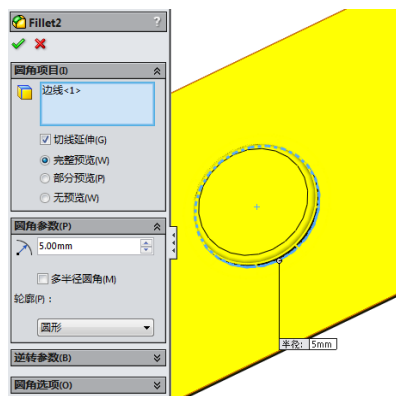
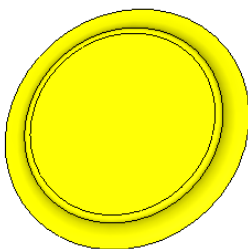

图 8-8 编辑“Fillet2”特征
图 8-9 修改后的“Boss-Extrude”特征
(5) 在“Fillet2”属性管理器中更改圆角半径数值为 10, 如图 8-8 所示。单击“确定”按钮, 结果如图 8-9 所示。执行“文件”→“保存”菜单命令将成形工具保存。